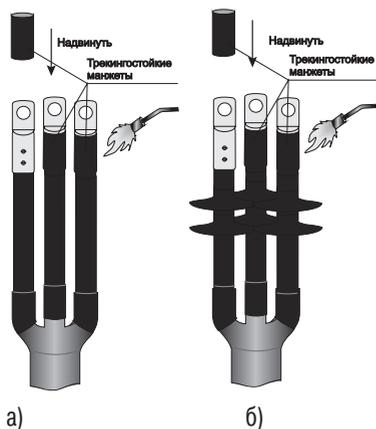

Рисунок 12.
4.31 Обезжирить на каждой жиле цилиндрическую часть наконечников и трубку по жиле на длине 60–70 мм. Надвинуть трекинговую манжету (красного цвета) на трубчатую часть наконечников и усадить их, начиная с середины (рисунок 12а, 12б). После усадки манжеты должны плотно облегать наконечники и трубки на жилах. По торцам манжет должен выступить расплавленный клей.